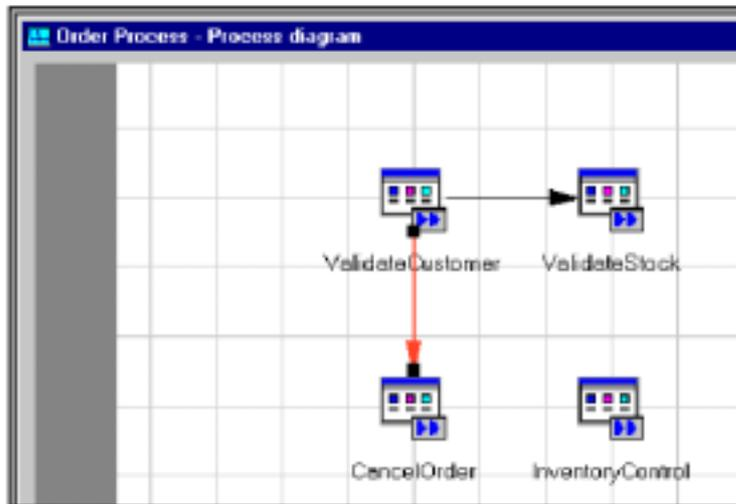

图 4-32 活动之间的控制连接器
3. 重复步骤 2 的操作,在有效库存(ValidateStock)和取消订单(CancelOrder)之间按装控制连接器。现在将显示如图 4-32 所示的图表。